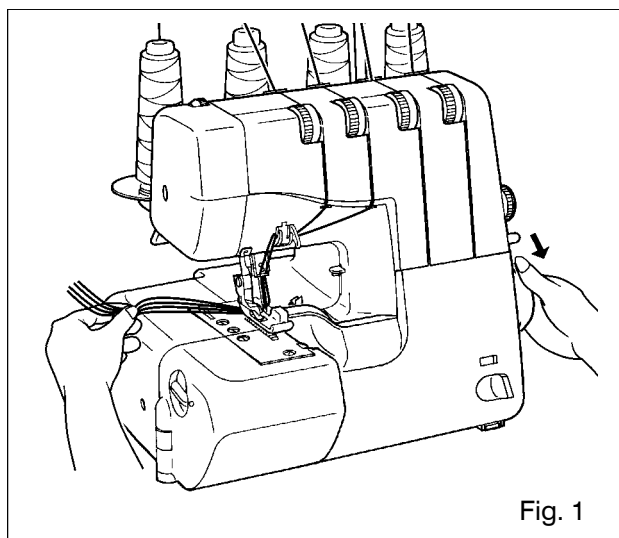
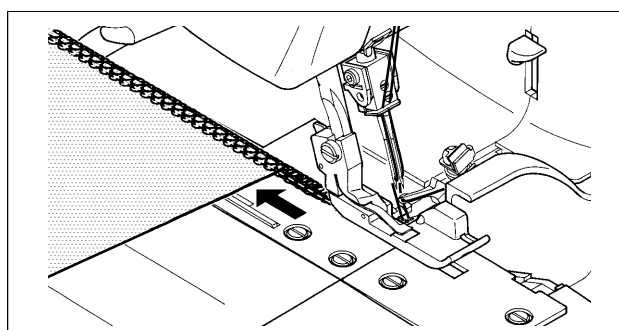
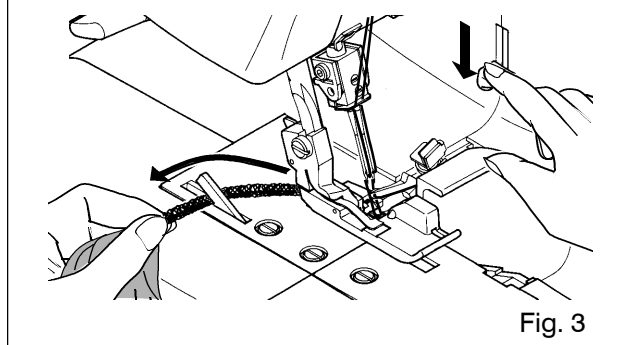

Fig. 1
Fig. 2
Fig. 3
Per convertire l'impiego a due fili aprire prima il coperchio frontale ed il piano di lavoro ed alzare l'ago al suo punto più alto ruotando il volantino verso di voi. Tirare il convertitore come mostrato in fig. 1. Montare il convertitore due fili sul gancio superiore come mostrato nelle figure 2 e 3. Rimuovere l'ago destro ed usare l'ago sinistro.
To convert to two thread use, first open the front cover and working table and raise needle to its highest point by turning hand wheel towards you. Remove the right needle and use the left needle. Pull out the convertor as shown in Fig. 1.
Attach the two-thread convertor onto the upper looper as shown in Fig. 2, Fig. 3. When not using convertor, insert it deep and keep as illustrated in Fig. 4.
2. After finishing, re-set the stitch finger in its place. Please ensure inserting it deep as illustrated in Fig 1.